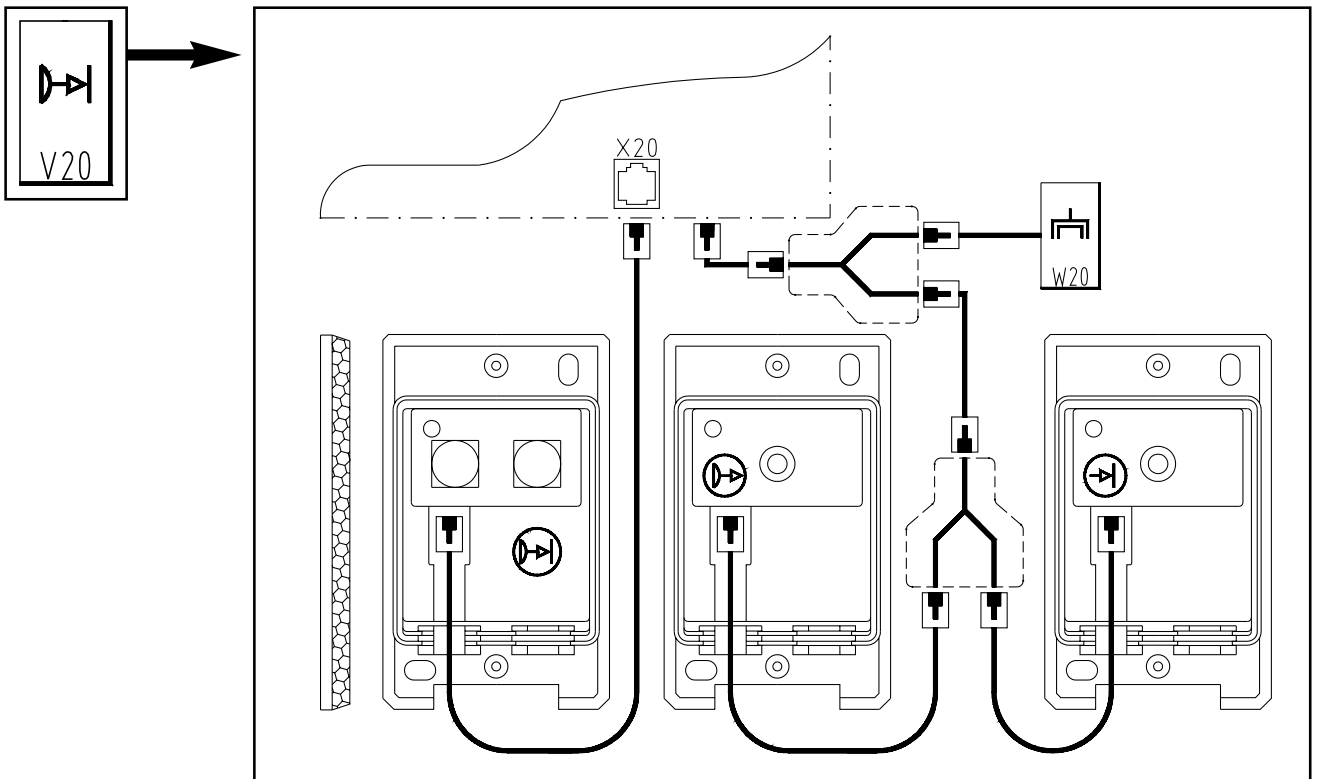

Рис. 11: Подключение фотобарьера
- Подключите фотобарьер к разъему X20 в устройстве управления. Прокладка кабеля фотобарьера осуществляется, как показано на рис. 11.